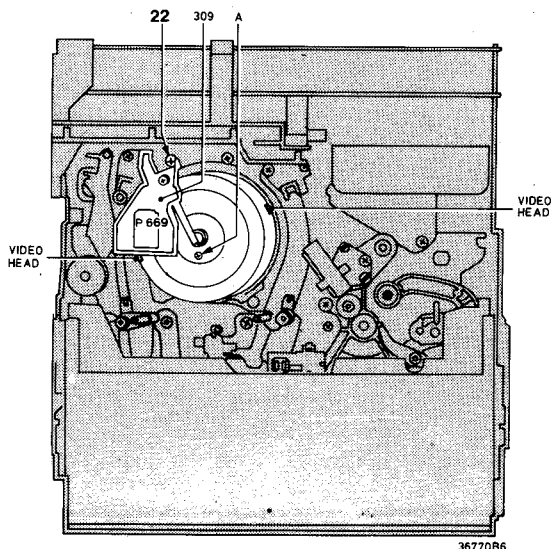

Fig. 2-1-11
2.1.12 Auswechseln der Kopftrommel 313 (Bild 2-1-11)